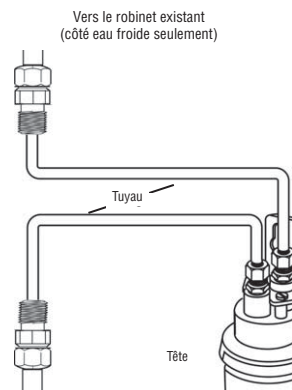

Figure 9
- Couper deux longueurs de tuyau de cuivre mou de 3/8 po et plier pour donner la forme illustrée. Plier le tube de manière à former des courbes douces plutôt que des angles aigus (figure 9).